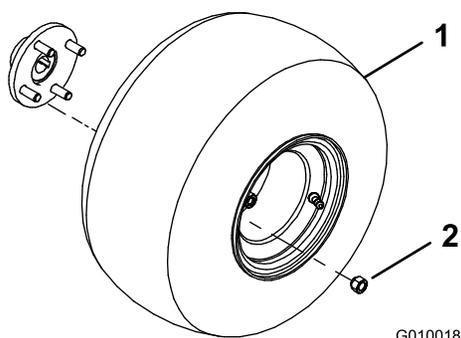

Figura 3
2. Montate un gruppo ruota su ogni mozzo della ruota posteriore (Figura 3).
3. Montate i dadi a staffa (Figura 3) e serrateli a 61 - 75 N·m.